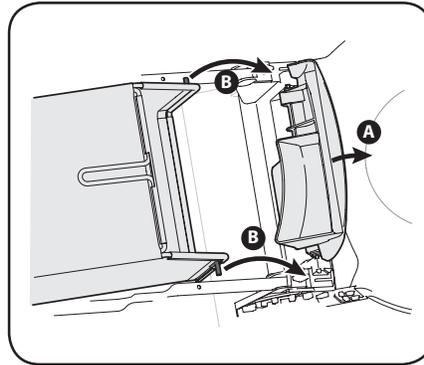

Figure 2-8
2. Suivez les étapes ci-dessous pour installer le sac à herbe sur la tondeuse : Voir Figure 2-8.